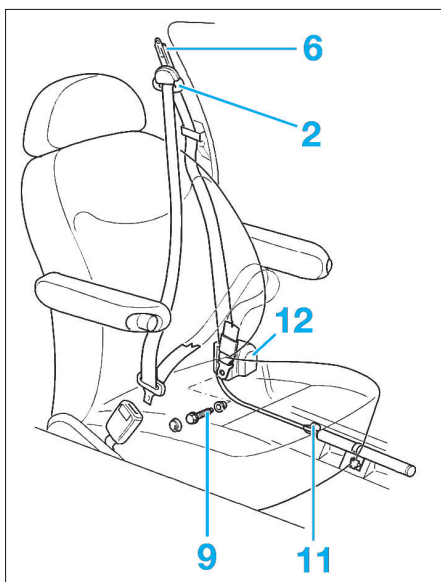

Fig. 14
- Desserrer l'écrou (11) de fixation du rétracteur de ceinture de sécurité (12) (Fig.14).
- Déposer le rétracteur de ceinture de sécurité (12).